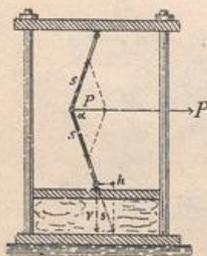

Fig. 24.
4. a) An einer einfachen Kniepresse (Fig. 24), deren Schenkel den Winkel  $177^\circ$  mit einander einschließen, wirkt horizontal die Kraft  $P = 25 \text{ kg}$ . Wie groß ist der Druck  $s$  in den beiden Schenkeln, und wie groß sind der Horizontalschub  $h$  und der vertikale Preßdruck  $v$ ?